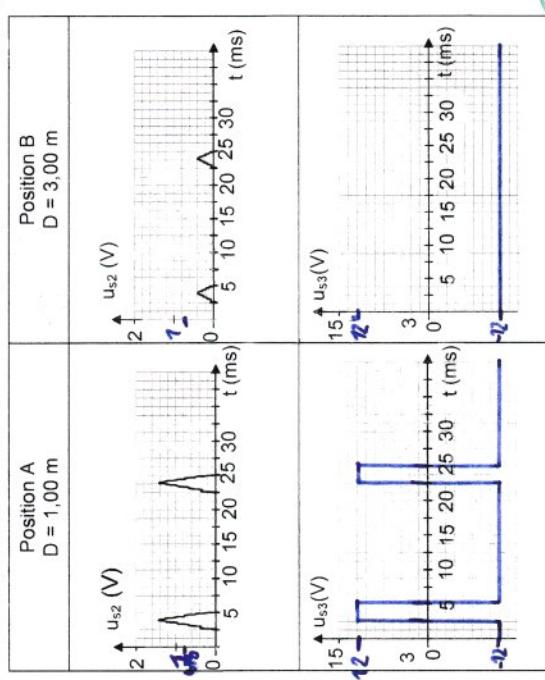

FIGURE 8
A.4.5 Donner les valeurs de u_{S3} selon les valeurs prises par u_{S2} . Tracer, sur la FIGURE 8, la courbe u_{S3} en concordance de temps avec u_{S2} pour les deux formes de signaux obtenus pour deux distances correspondant à 2 positions A et B du véhicule.